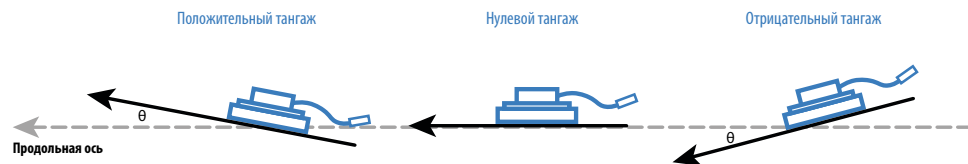

Рис.21. Измерение угла наклона относительно продольной оси датчика.
**Тангаж.** В данном режиме датчик осуществляет измерение угла наклона относительно продольной оси и в случае превышения заданного порога переключает выход в активное состояние. Как только продольный угол становится меньше порога, выход переключается в неактивное состояние. Измерение угла осуществляется в обоих направлениях, тангаж может быть как положительным, так и отрицательным (Рис.21).